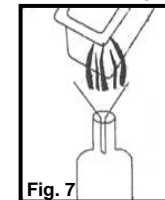

Fig. 7
- Asegúrese de que el aceite se ha enfriado (aproximadamente 2 horas) y luego vacíe el aceite del recipiente de aceite en otro contenedor o botella. (Fig. 7)